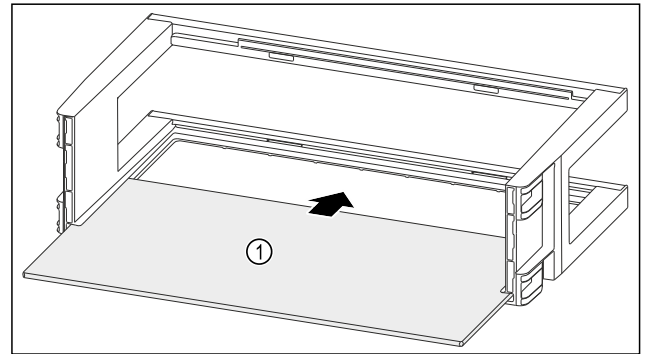

Fig. 113
- ▶ Abstellfläche Fig. 113 (1) in die seitlichen Aussparungen einschieben.